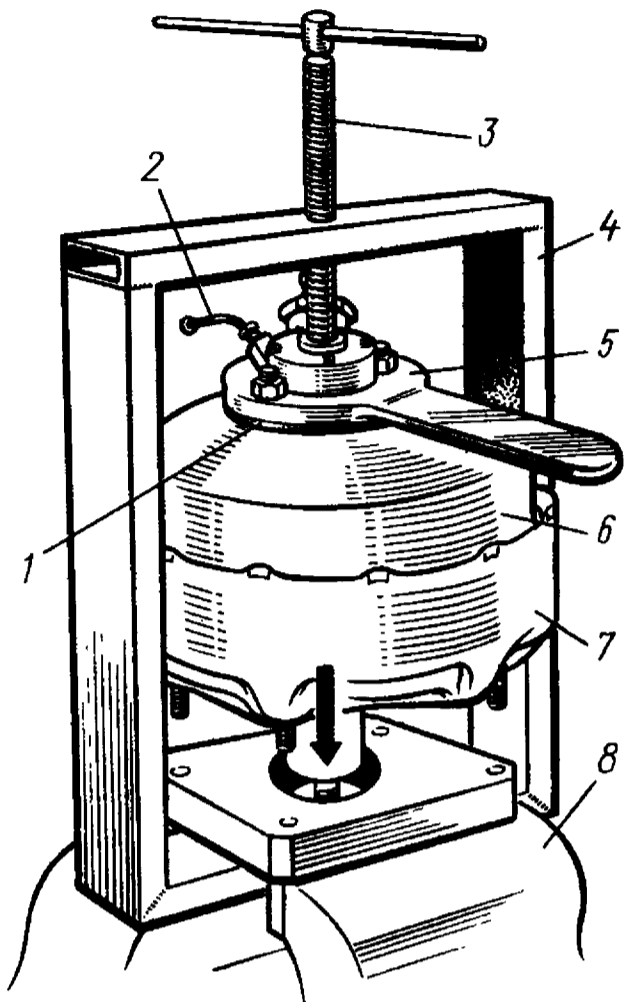

Рис. 181. Приспособление для разборки и сборки усилителя:
болт крепления стойки вакуумного усилителя к брызговику левого крыла; отверните четыре гайки крепления вакуумного усилителя к кронштейну; выньте усилитель с главным цилиндром из подкапотного пространства; отверните две гайки и отсоедините главный тормозной цилиндр и стойку от вакуумного усилителя; ослабьте хомут и снимите резиновый защитный чехол с корпуса 11 клапанов; закрепите на шпильках крышки 6 (рис. 181) корпуса специальную заглушку 5 с ручкой для поворота крышки, прокладкой 1 и трубкой 2 для подключения вакуумметра. Закрепите заглушку двумя гайками; установите вакуумный усилитель в приспособление 4, закрепленное в тисках 8; ввертывая винт 3 в приспособление, утопите крышку 6 вакуумного усилителя до появления небольшого зазора в соединении крышки с корпусом 7; вставьте в ручку заглушки удлинитель и про-
2. Конец трубки 2 (см. рис. 181) в заглушке 5 соедините шлангом с вакуумметром;